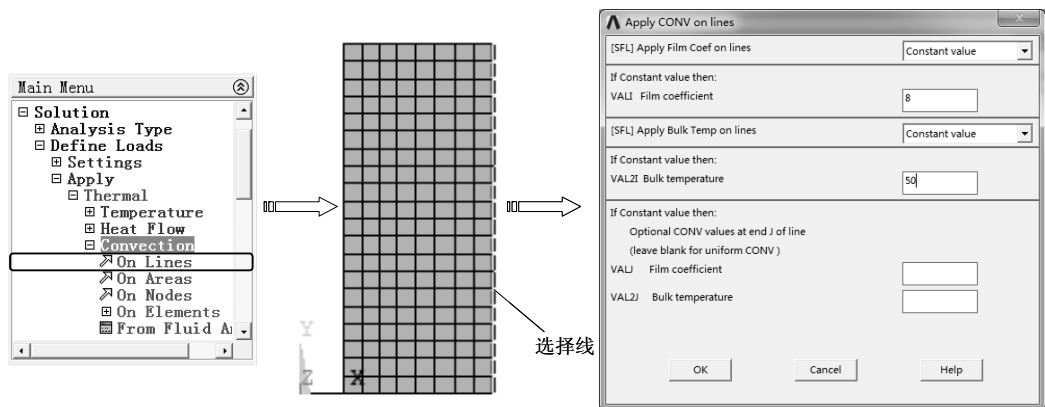

图 8-65 在线上施加对流换热
2) 选择 “Main Menu>Solution>Define Loads>Apply>Thermal>Convection>On Lines” 命令，弹出实体选取对话框，用鼠标选择线后，单击 “OK” 按钮，弹出 “Apply CONV on Lines” 对话框，在 “Film coefficient” 文本框中输入对流数值 8，在 “Bulk temperature” 文本框中输入 50，单击 “OK” 按钮完成约束，如图 8-65 所示。